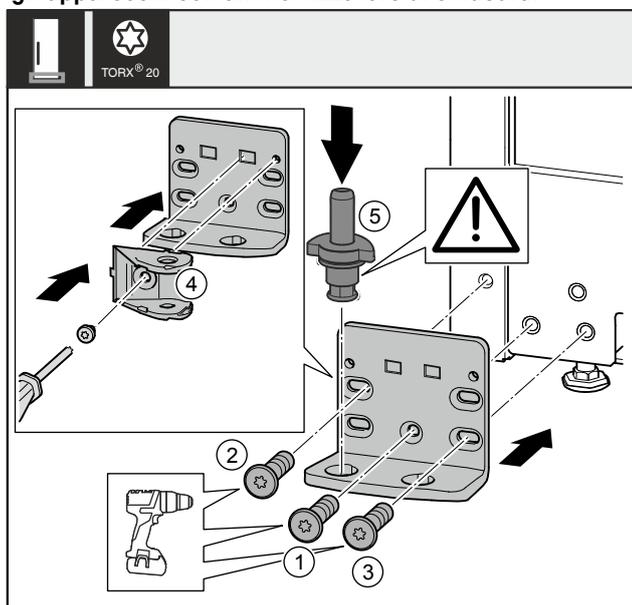

Fig. 36 *
- ▶ Applicare il blocco di supporto sull'altro lato e avvitarlo con l'aiuto di un cacciavite. Iniziare dalla vite Fig. 36 (1) in basso al centro.*
- ▶ Stringere la vite Fig. 36 (2) e la vite Fig. 36 (3).*
- ▶ Ruotare di 180° il collegamento dell'ammortizzatore di chiusura Fig. 36 (4). Sull'altro lato del blocco di supporto avvitare con un cacciavite.*
- ▶ Inserire completamente i perni di supporto Fig. 36 (5). Facendo ciò assicurarsi che la camma di arresto sia rivolta all'indietro.*